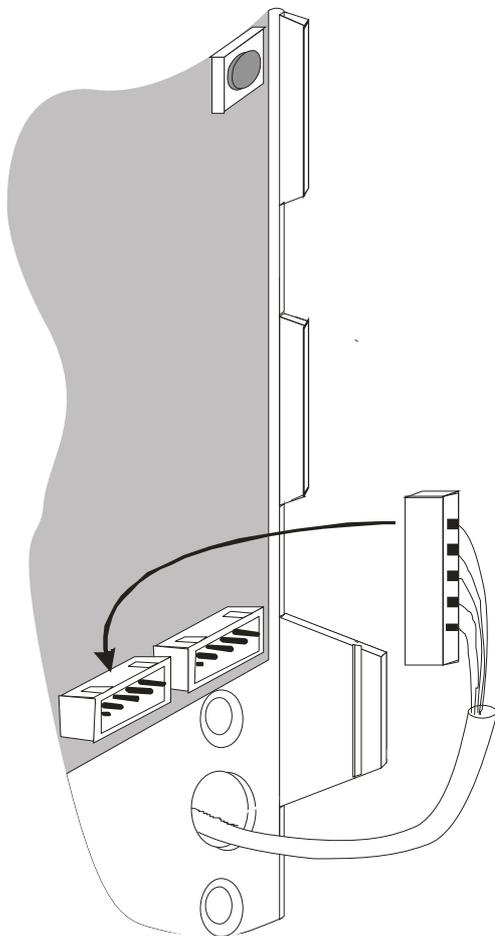

Рис. 13
6.1.7. Пинцетом или при помощи отвёртки извлечь кабель из паза (для доступа к отверстию крепления замка рис. 13). Закрепите винтами М5х35 корпус замка на двери, предварительно сняв крышку и установив замок в режим "OPEN". Уложить кабель от разъёма Х3 на место.
6.1.16. Соедините разъём кабеля от ручки набора кода с соответствующим разъёмом платы управления (рис. 13).